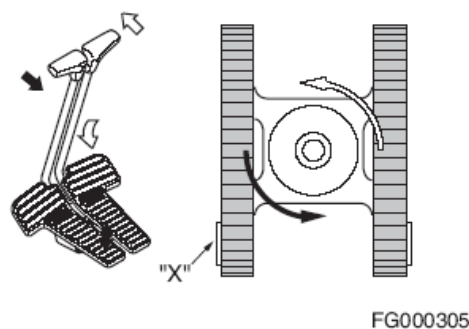

Рис. 29
3. Вращение вокруг своей оси осуществляется (Рис. 29) путем вращения одной гусеницы вперед, а другой гусеницы назад. Машина поворачивается вокруг центральной оси с противоположным вращением.